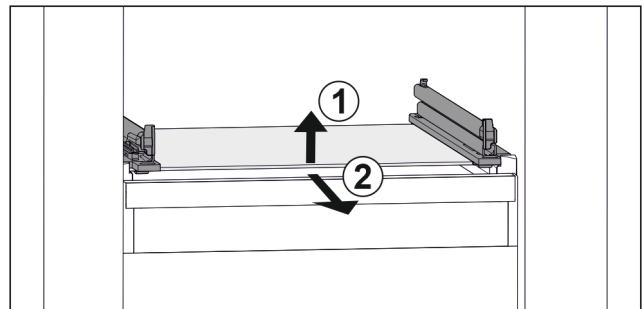

Fig. 153 Примерно изображение на стъклената плоча
- ▶ Повдигнете стъклената плоча отпред. Fig. 153 (1)
- ▶ Извадете стъклената плоча напред. Fig. 153 (2)